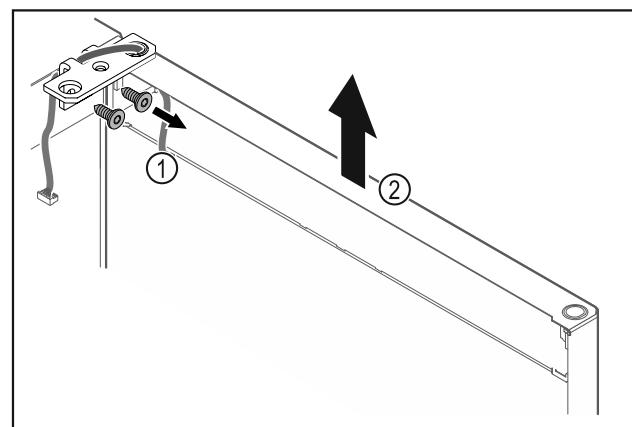

Fig. 26
► Atsukite šarnyrinį kampuotį Fig. 26 (1).
► Duris, išk. šarnyrinį kampuotį Fig. 26 (2), pakelkite maždaug 200 mm tiesiai į viršų ir nuimkite.